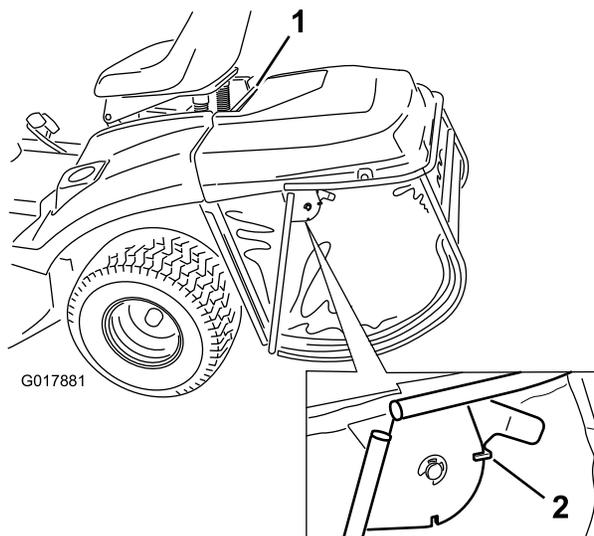

Figure 37
1. Enclenchez le verrou sur le bac à herbe (Figure 37).